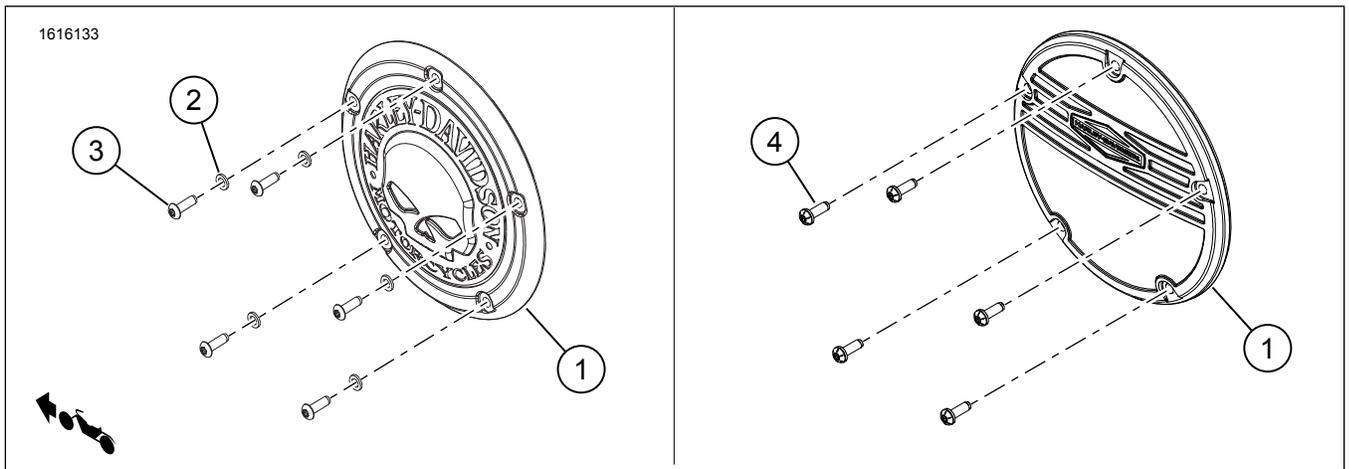

图1。套件内容：德比装饰盖部件
1. 参见图1。安装新的盖（1）。
1. 参见图1。在螺丝(4)的螺纹上涂敷螺纹锁固剂。